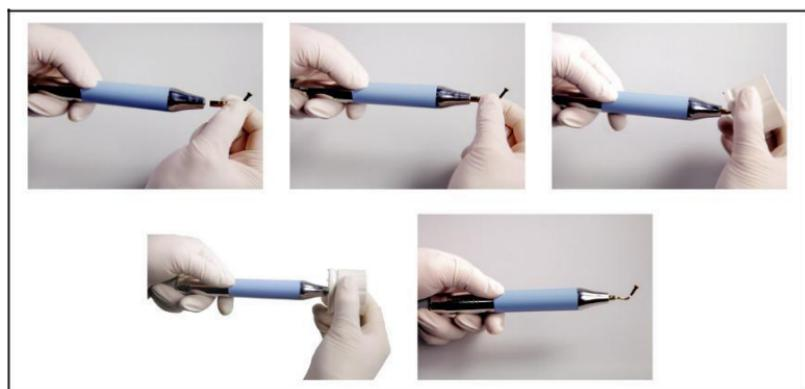

Fig. 7
6.3.8 Utilice la llave dinamométrica para enroscar la punta (Fig.7) hasta oír el sonido metálico;
- 7.5.3 Para utilizar correctamente la llave dinamométrica (Fig.7) proceda de la siguiente manera;
**Advertencia: No sujeté la parte final de la pieza de mano ni el cable, sólo la pieza de plástico fundida (Fig.7) y no la gire mientras fija la punta en su lugar;**